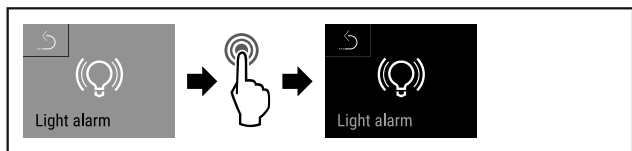

Fig. 153
- ▶ Eseguire i passi (vedere Fig. 153) .